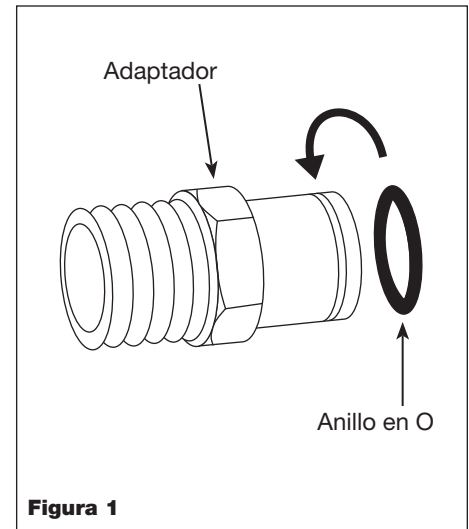

Figura 1
3. Instale el anillo en O en la ranura del adaptador (Vea la Figura 1).